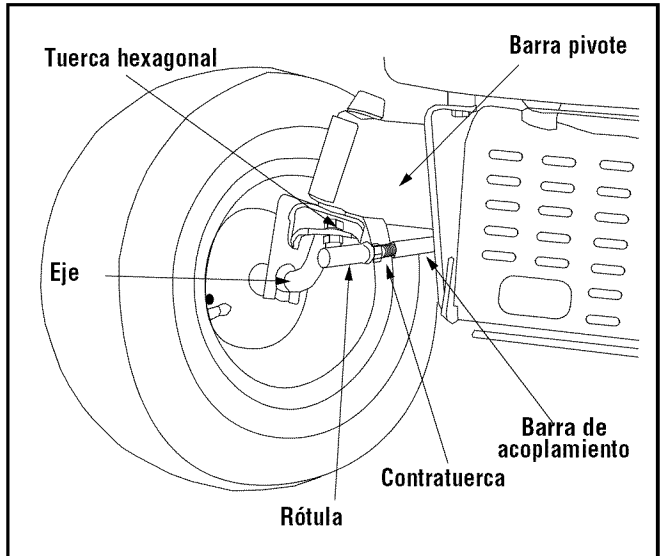

Figura 13
- Afloje la contratuerca que se encuentra en la barra de acoplamiento de la parte posterior de la rótula. Vea la Figura 13.
- Extraiga la tuerca hexagonal de la parte superior de la rótula. Vea la Figura 13.